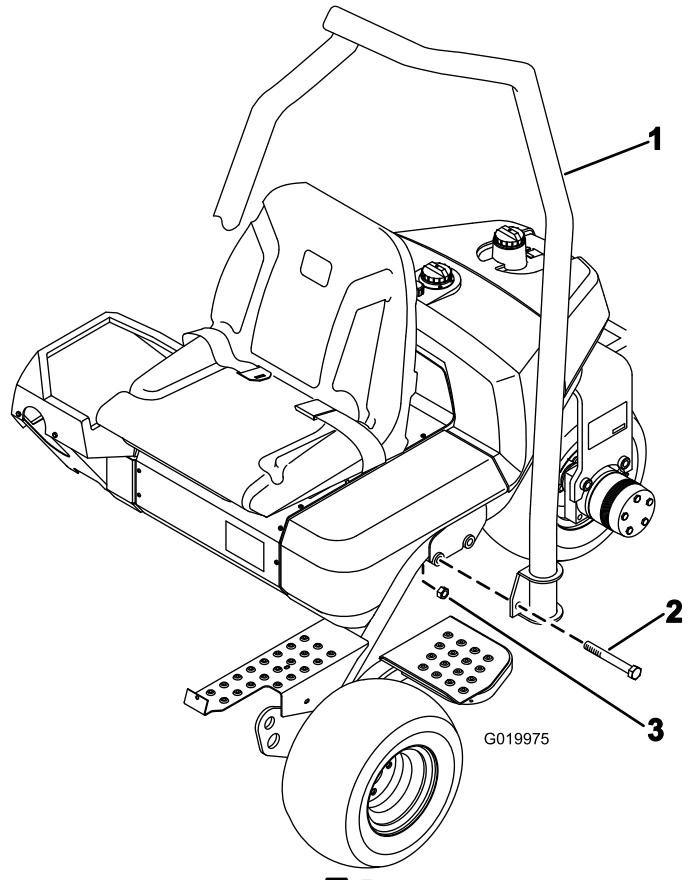

図 7
1. ROPS の上部の湾曲部が機体の前方を向くようにROPSを配置する（図 7）。
2. ROPS をフレームの上に降ろし、取り付け穴に整列させる（図 7）。
3. ROPS の左右それぞれをフレームに固定する；ボルト（2本）（5/8 x 4-1/2 インチ）と、ロックナットを図 7 のように使用する。